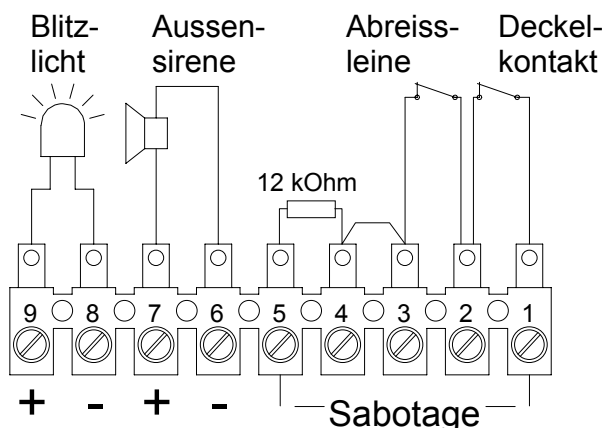

Bild 2: Klemmenbelegung Außensirene mit Blitzlicht
8. Schließen Sie die Außensirene wie nachfolgend beschrieben an (siehe hierzu Bild 2).